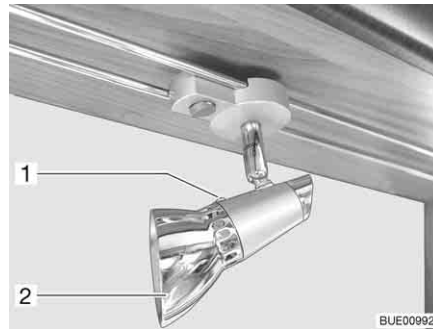

Fig. 239 Spot halogène (coulissant)
- Dévisser la vis de fixation (Fig. 239,1).
- Retirer l'abat-jour (Fig. 239,2).